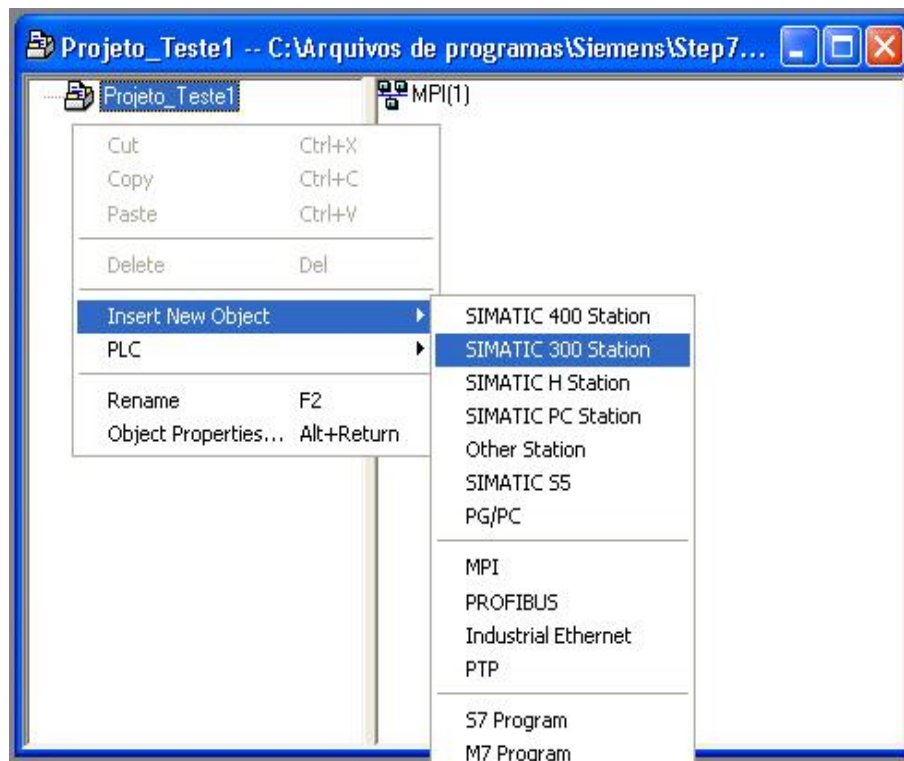

Figura 1.3: Criando o esqueleto de um projeto
- Clique com o botão direito do mouse na coluna esquerda da janela do projeto selecionando as opções *Insert New Object >> SIMATIC 300 Station* (ver figura 1.3).